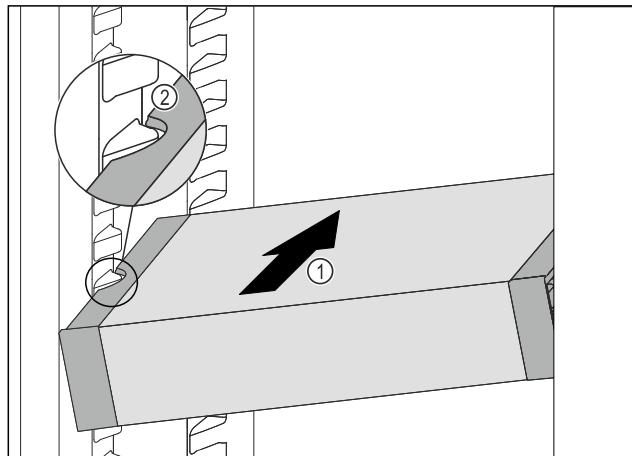

Fig. 100
- Zasuňte VarioSafe do chladničky pod úhlem tak Fig. 100 (1), aby vybrání na bocích Fig. 100 (2) VarioSafe byla na úrovni žebrování na nádobě v chladničce.